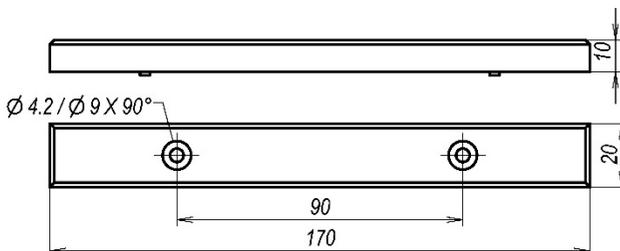

Рисунок 3 – Якорь
5.3 Якорь крепится на двери напротив корпуса двумя саморезами 4 мм (рисунок 3). На якорь со стороны двери расположены резиновые амортизаторы, обеспечивающие подвижность и упругое прижатие якоря. Крепежные саморезы не следует затягивать до конца, обеспечив люфт якоря в пределах 0,2...0,4 мм во всех плоскостях.